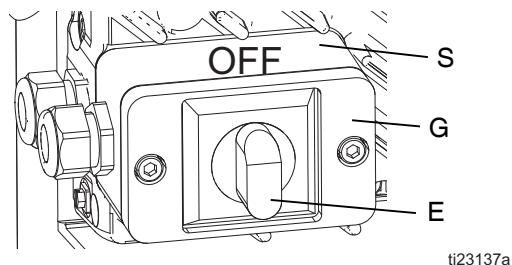

FIG. 2: Interruptor de alimentación
- Acerque el cable a la unidad y quite cuatro tornillos para separar la tapa de la caja de conexiones (G) y el interruptor de potencia (E) del pulverizador. Consulte la FIG. 2.
2. Apague (posición OFF) el interruptor de encendido (E). Conecte la unidad a una fuente de alimentación. Consulte la FIG. 2 en la página 5.